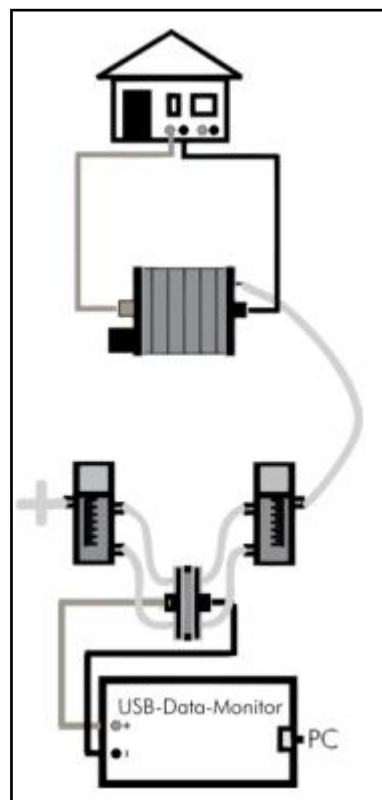

Figura 2: Esquema
- Arme la configuración de ensayo según lo mostrado en la figura 2.